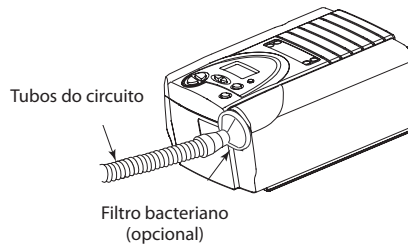

Figura 5-2 Conexão da tubagem à saída
1. Ligue uma extremidade da tubagem do circuito à saída do filtro bacteriano (caso este tipo de filtro esteja sendo usado) e ligue a entrada do filtro bacteriano ao conector grande existente no dispositivo, tal como indicado na Figura 5-2.